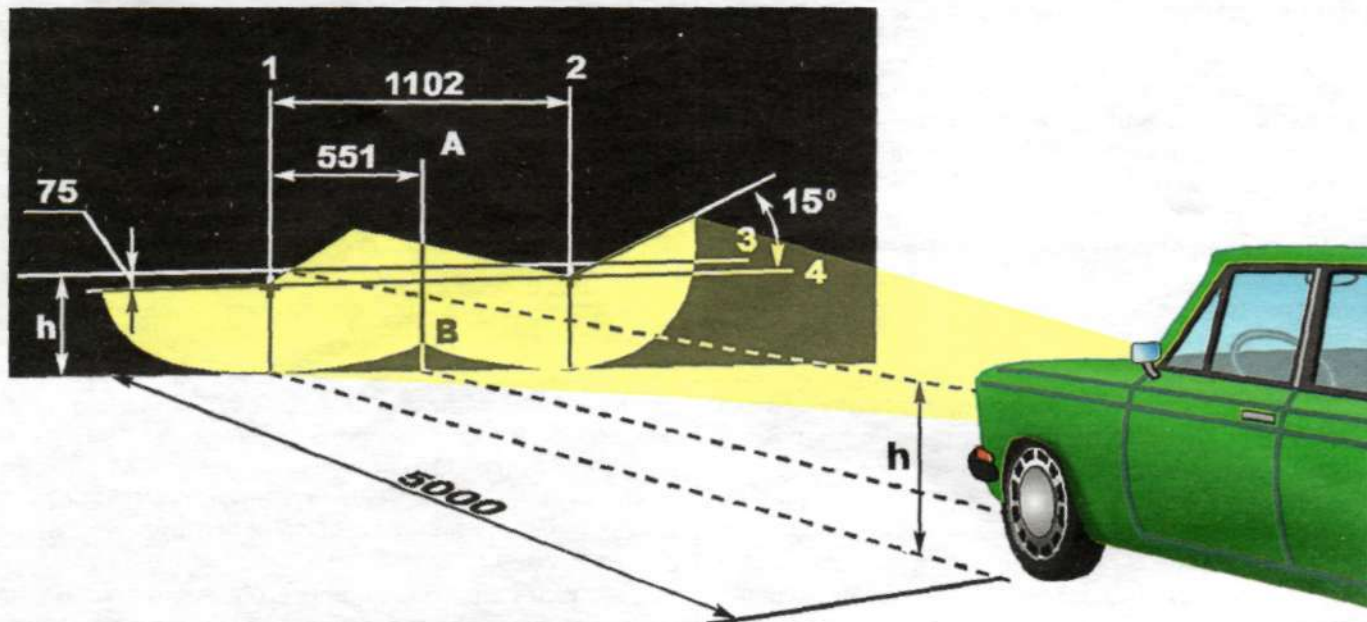

Рис.33. Разметка экрана и установка автомобиля при регулировке направления пучков света фар.
1. Разметить экран, как показано на рис.33. При этом линию 3 (линию центров фар) нанести на экран на расстоянии  $h$ , равном высоте расположения центров фар над уровнем пола. Расстояние  $h$  измерять на снаряженном автомобиле.
Направление света фары можно считать отрегулированным тогда, когда верхняя граница левой части светового пятна совпадет с линией 4 (см.рис.33), а вертикальные линии 1 и 2 проходят через точку пересечения горизонтального и наклонного участков светового пятна.